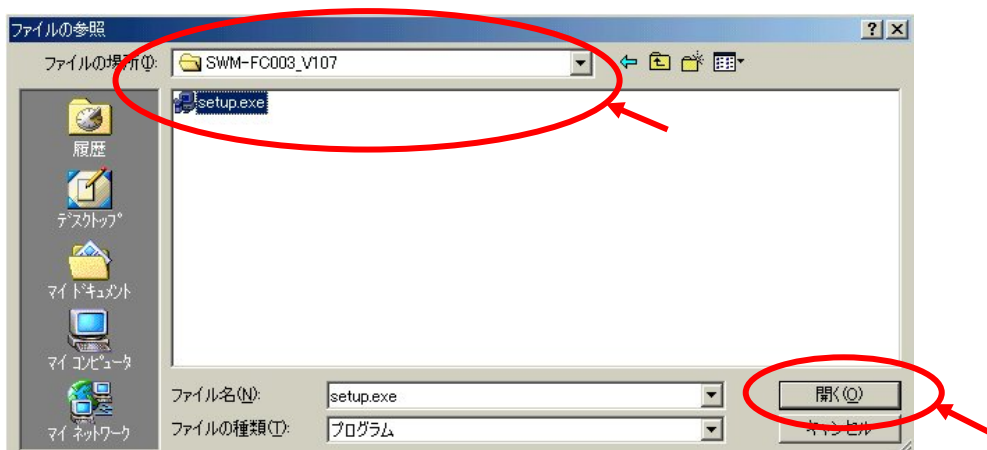

図1.2-4
- (4) SWM-FC003\_Vxxxフォルダ内、セットアップファイル "setup.exe" を選択し、[ 開く(O) ]ボタンをクリックしてください。(図1.2-4)